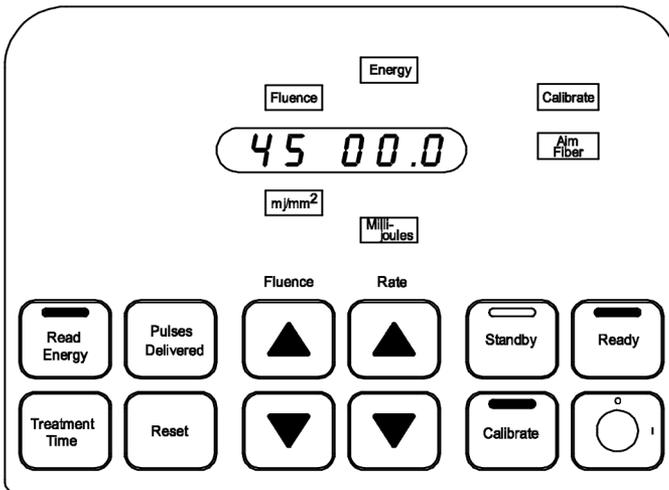

Figura 6
- Se iluminan la luz de estado Ready de color amarillo en la parte superior del panel de control, las luces de los botones **Aim Fiber**, **Energy**, **Millijoules**, **Calibrate**, el botón **Calibrate**, y el botón **Ready**. La ventana de visualización muestra 00.0 en los tres dígitos de la extrema derecha. (Figura 6)